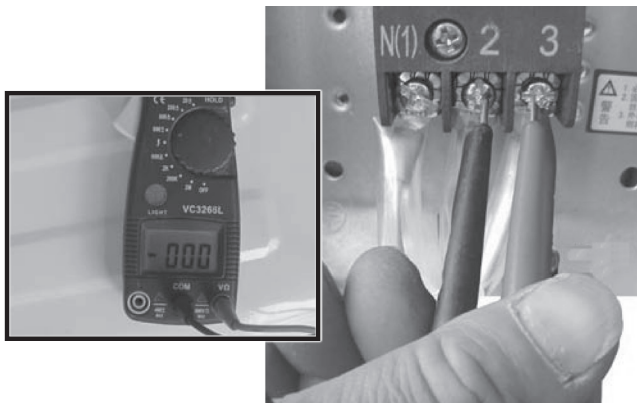

图 5-42 室外机接线 2、3 端电压
5) 测 2、3 端通信电压为直流 0V，如图 5-42 所示。